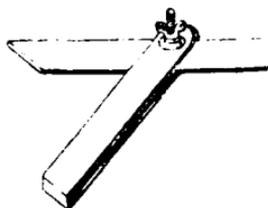

Рис. 35.
*Малка* (рис. 35) употребляется тогда, когда нужно начертить или вывѣрить не прямой, а какой-нибудь другой уголъ. Напрімѣръ, если ты дѣлаешь деревянную рамку, то, чтобы четыре стороны рамки сошлись другъ съ другомъ подъ прямымъ угломъ, концы ихъ должны быть сѣзаны подъ угломъ въ  $45^{\circ}$  (то-есть вдвое меньшимъ прямого угла). Малка состоитъ изъ двухъ планокъ, скрѣпленныхъ между собою винтомъ подвижно, такъ что ихъ можно раздвигать на любой уголъ.